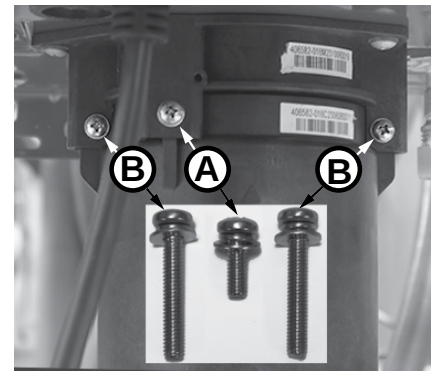

Figura 227 - Identifique los tornillos del cartucho.
6 Ubique los tres (3) tornillos que fijan el cartucho X3/de derivacin, como se muestra en la Figura 227. Retire el tornillo **(A)** M4-12 mm y los dos tornillos **(B)** M4-25 mm del cartucho. Deje los tornillos a un lado en un lugar seguro para volver a instalarlos.